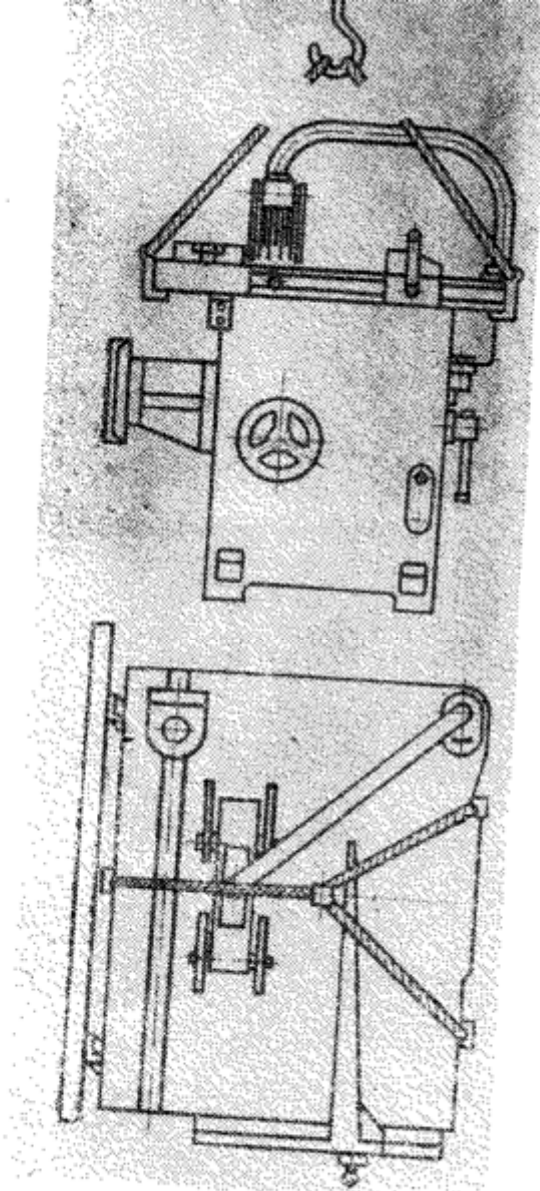

Рис. 10. Порядок транспортировки
2.2.2. Транспортирование (рис. 10).